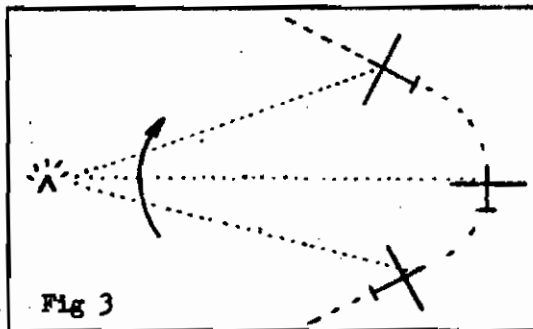

Fig 1
3. DE JUISTE GEZICHTSHOEK. Wie niet geroeteerd is doet er best aan op de kaart de bissectrice op de twee vliegroutes even door te trekken en vóór het vertrek goed te bekijken vanuit welke richting het K.P. te kijken is (Zie fig 1 hiernaast). Hoever in die richting het K.P. voorbijgevlogen wordt hangt van de hoogte af. Best is een beeld onder een hoek van 40-
à 60° (Zie fig 2 hiernaast) maar als beginner heeft men de neiging te vroeg te fotograferen. Dat voorkom je door ook op voorhand het punt van afdrukken op de kaart vast te leggen (Zie kruis op fig 1).